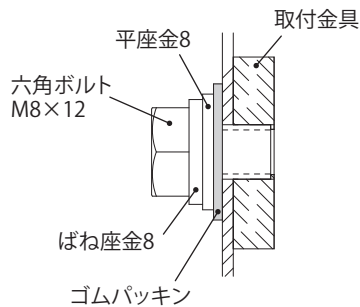

図1
2. キャビネット (4カ所) にキャビネット内部よりゴムパッキン・平座金8・ばね座金8・六角ボルト M8×12 で取付金具を締付けてください。(図1)